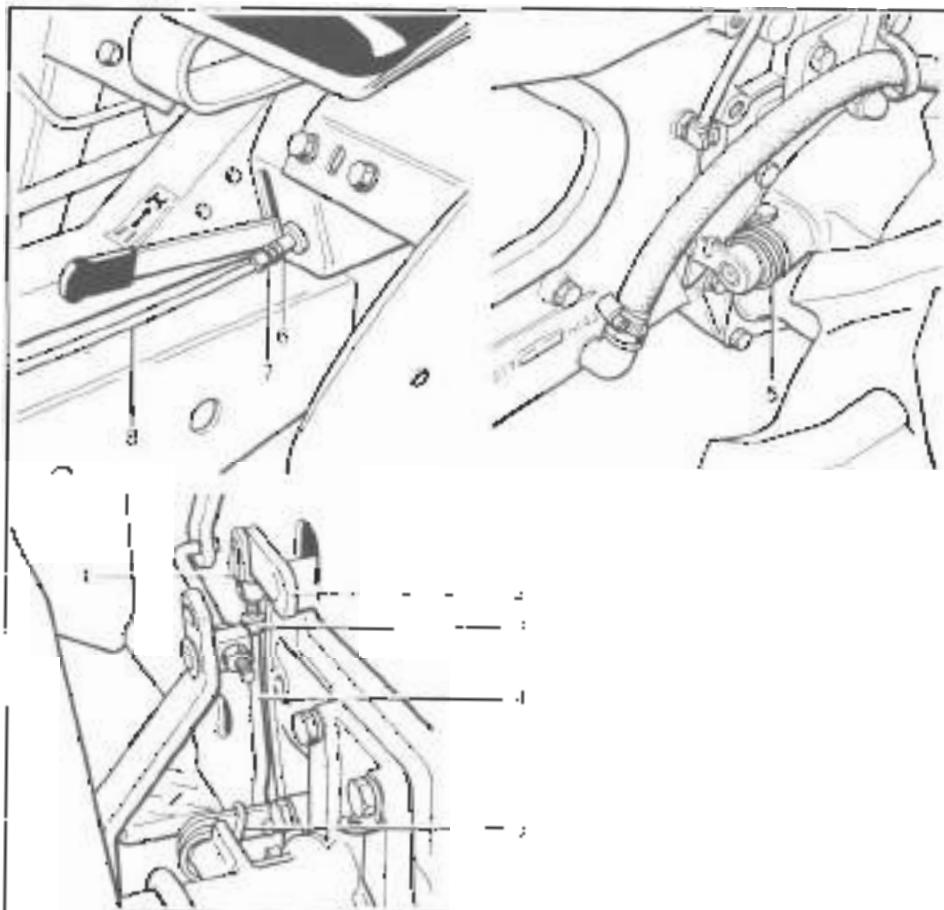

Fig. 22 <https://tractormanualz.com/>
Se necessario aumentare il carico della molla di richiamo (fig. 22, particolare 5) nel modo seguente:
1. Rimuovere la forcetta (4) che viene installata sulla cassetta di marce, come mostrato in Fig. 22.
2. Allentare il vito (3) e abbassare la cavo (2) fino al punto in cui la molla (5) è visibile.
3. Accorciare sul lato superiore della molla (5) la distanza fra la molla e la cavo (2) di circa 10 mm.
4. Raffidare la forcetta (4) e controllare che il comando assicuri lo sblocco completo del differenziale.
If required, measure the return stroke of fig. 22, part 3. The stroke measurement is as follows:
Augmenter la force dans le câble de retour de roue (fig. 22, détail 3) de la manière suivante:
Falls erforderlich, die Bedeutung der Anzugsschraube (Bild 22, Detail 3) wie folgt erhöhen: